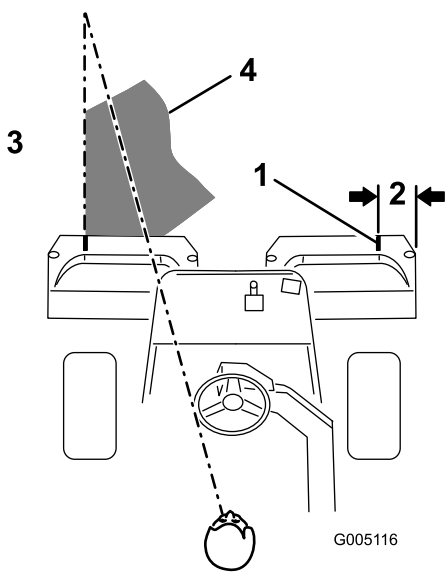

图24
**注意** 为了保持以直线方式穿过果岭、并使得机器与此前剪草的边缘保持等距请在机器前到果岭未剪部分的边缘想象一条长约 1.83m 的视线图24。包括将方向盘的外缘看作视线的一部分即让方向盘边缘对准与机器前面始终保持等距的某个点。